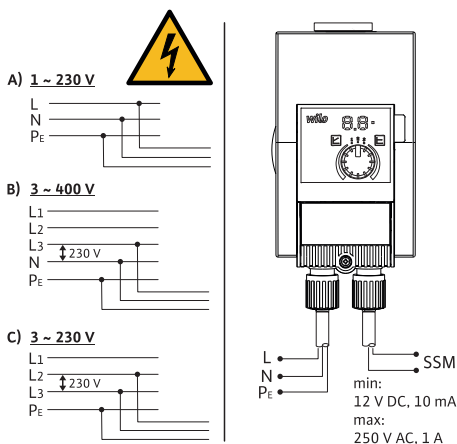

Fig. 3: Možnosti pripojenia
- Pripojte na sieť nízkeho napätia 230 V. Pri pripájaní k IT sieťam (sieť Isolé Terre) sa uistite, že napätie medzi vonkajšími vodičmi (L1-L2, L2-L3, L3-L1 → Fig. 3) nepresahuje 230 V.